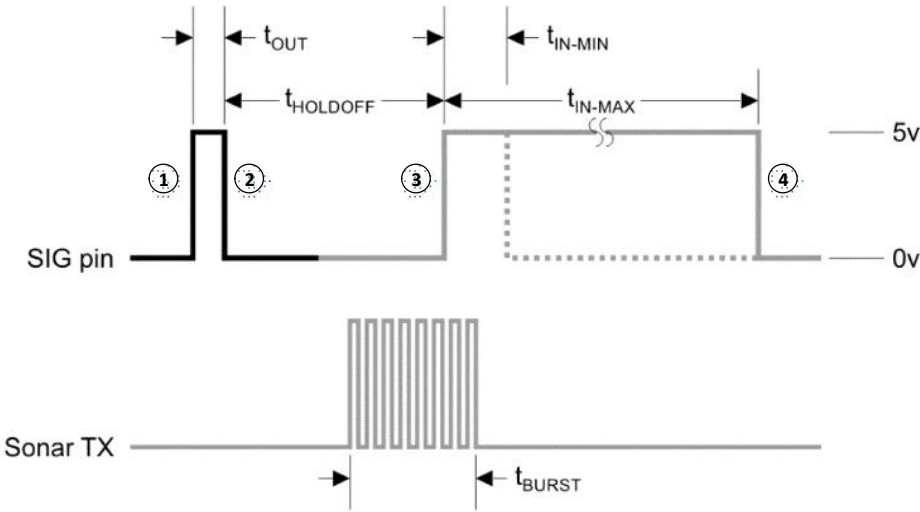

图 T.7 超声波测距模块的工作时序
超声波模块常用于障碍物检测。某超声波模块工作时序如图 T.7 所示，其 SIG 引脚为超声波发射/接收复用引脚，并且 SIG 引脚没有外接上下拉电阻，它与 STM32F407 芯片的 PA6 管脚相连。请回答如下问题：
- 1.（4 分）超声波模块的 SIG 管脚在图 T.7 所示的①~④阶段分别处于什么模式（提示：输入、输出、高阻模式）？
- 3.（4 分）已知图 T.7 中 $t_{IN-MAX} = 18.5ms$ ，请写出超声波测距 S 的计算公式（假定声速是 c ，超声波在空中传播的时间为 t ），并计算该超声波测距模块的最大测量距离。
- 4.（5 分）在图 T.7 的③~④阶段，某学员用 Timer2 定时器来实现回波脉冲宽度的计时，其配置界面如图 T.8 所示。已知 STM32F407 的主频是 168MHz，请问在这种配置下超声波测距的精度能否达到 1mm？为什么？（提示：超声波测距的精度和定时器计时的精度相关。）